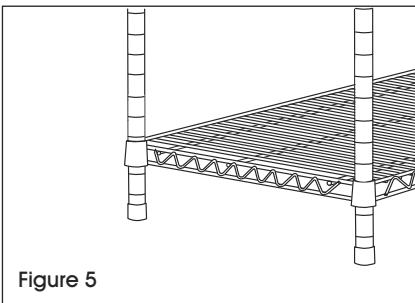

Figure 5
3. Stand unit upright. Gently tap shelf down to secure it. (See Figure 5)
3. Placez l'unité à la verticale. Tapotez doucement la tablette vers le bas pour la fixer. (Voir Figure 5)